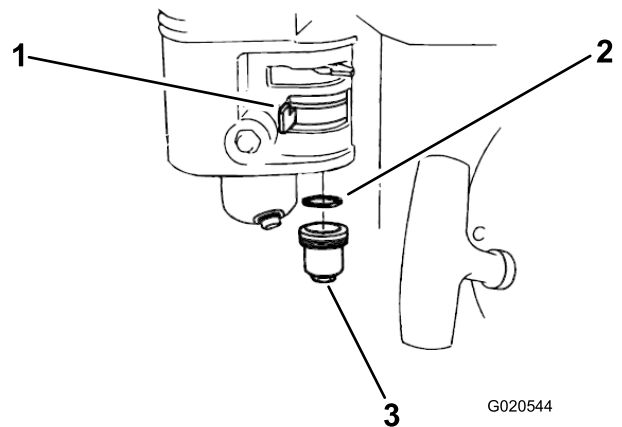

Figure 24
3. Placez le joint torique dans le robinet d'arrivée de carburant et reposez la cuvette de décantation (Figure 24).
1. Fermez le robinet d'arrivée de carburant, puis déposez la cuvette de décantation et le joint torique (Figure 24).
3. Déposez la cuvette de décantation (Figure 24) videz le carburant qu'elle contient.
4. Ouvrez le robinet d'arrivée de carburant (Figure 24) et vidangez l'essence qui se trouve dans le réservoir de carburant dans un bac approprié.
5. Reposez et serrez solidement la cuvette de décantation (Figure 24).